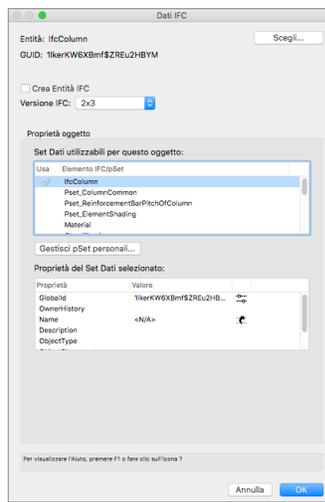

FIGURA 4
Se l'oggetto selezionato possiede già una designazione IFC, comparirà il dialogo **Dati IFC (FIGURA 4)**.
3. Selezionare la tipologia di oggetto IFC e fare clic su **OK**. Il dato viene associato all'oggetto: tramite la Tavolozza Informazioni è possibile verificare lo stato di associazione. Richiamando di nuovo il comando **Assegna Dati IFC** è possibile accedere al dialogo **Dati IFC** (**FIGURA 4**) ed associare eventuali pSet aggiuntivi, spuntando la colonna **Usa**. Per inserire i valori desiderati nel pSet selezionato, utilizzare la seconda area per selezionare la proprietà ed inserire il valore nel campo **Sorgente dati**.